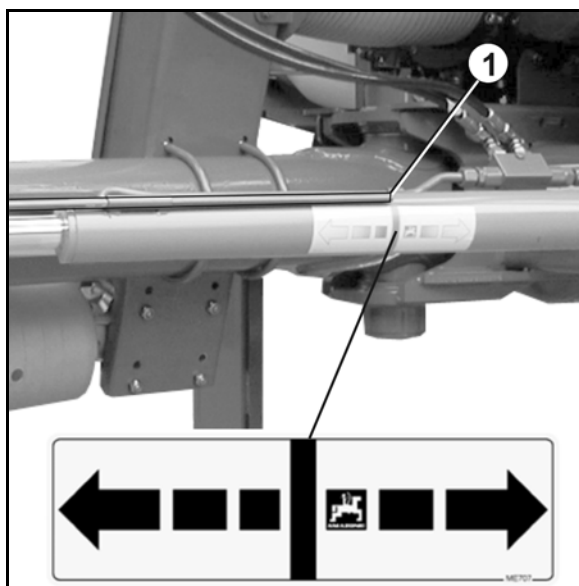

Fig. 41
1. Actionnez le distributeur *bleu* jusqu'à ce que le timon soit en position zéro (Fig. 41/1).